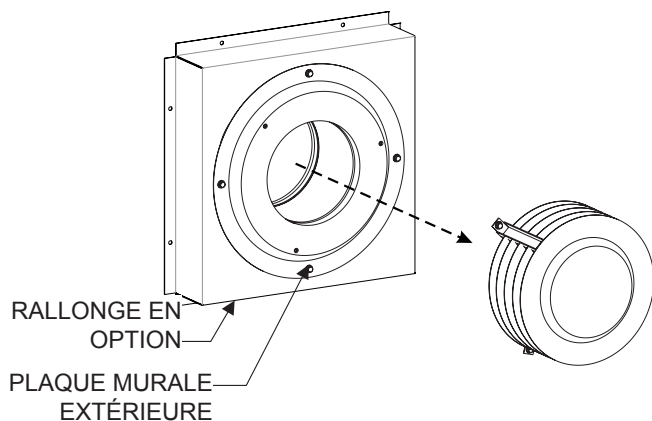

Figure 1
2. Enlever les quatre vis à tête hexagonale n° 10 x 1/2 po qui fixent le capot profond sur l'appareil de chauffage mural et enlever le capot profond. **Voir Figure 1.**